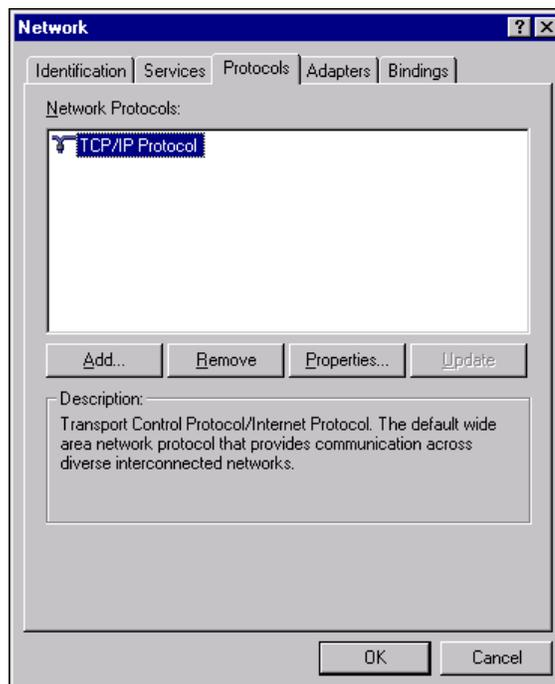

Figure 9. Boîte de dialogue Microsoft 'Réseau'
- d. Sélectionnez l'onglet Protocols (Protocoles) (Figure 9).